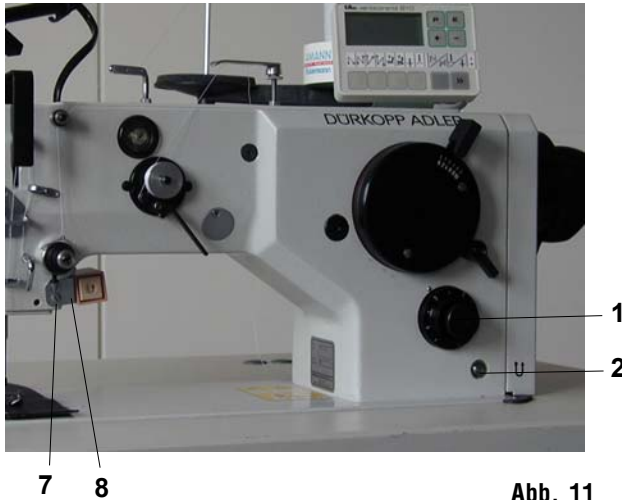

Abb. 11
8. Montage der Ausstattung für das Rückwärtsnähen mit Elektromagnet (Abb. 11, 12)